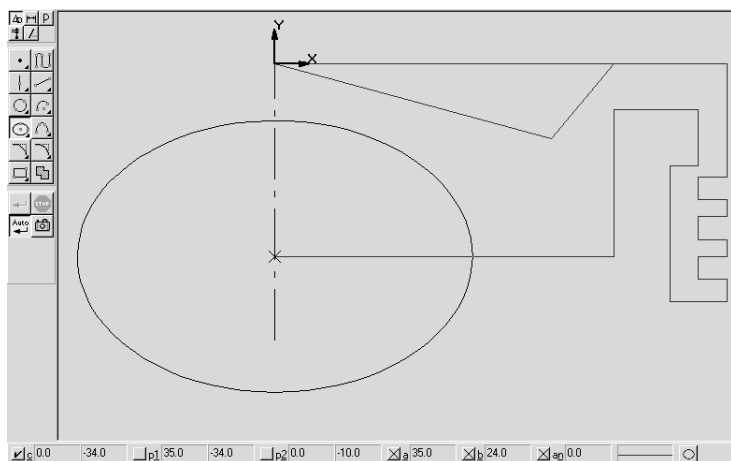

Рис. 4.46
4. Нажмите кнопку  (**Ввод эллипса**). Введите центр эллипса, направив курсор в точку с координатами (0, -34). В строке параметров в окне **a** введите первую полуось 34, в окне **b** – значение второй полуоси 24, в окне **Угол наклона** – 0 градусов. Обратите внимание на кнопку **Отрисовка осей эллипса**. Она должна иметь такой вид: . Это означает, что при вводе эллипса отрисовка осей проводиться не будет. Если вместо нее кнопка будет выглядеть так – , необходимо просто нажать на нее (рис. 4.46).